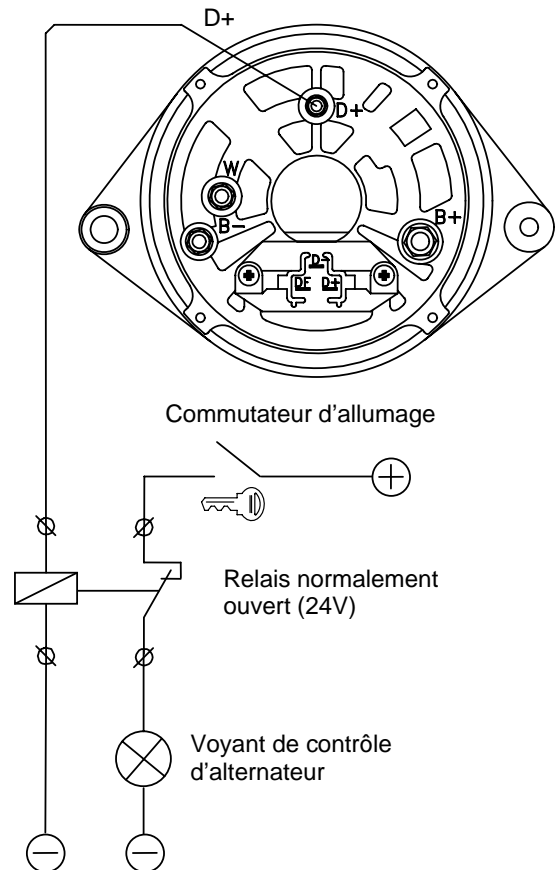

Figure 10: Connexion d'un voyant de contrôle d'alternateur (alternateur Alpha, modèle 24/95C uniquement)
- Pour alternateur Alpha modèle 24/95C uniquement : voir Figure 10.